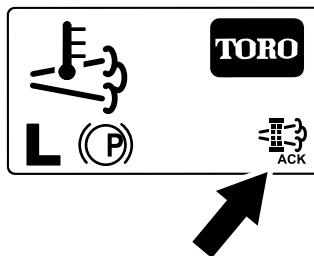

Figura 62
8. L'InfoCenter visualizza la schermata Home e l'icona della rigenerazione (Figura 62) è presente nell'angolo in basso a destra della schermata mentre la rigenerazione procede.